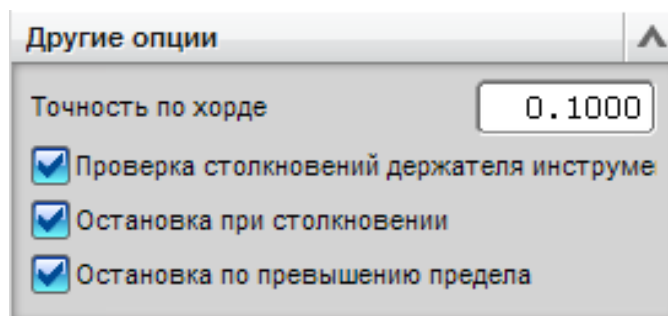

Рис. 2.72. Меню опций симуляции
- убедитесь, что включены все нужные опции симуляции в меню *Параметры*  (см. рис. 2.72) (или *Опции симуляции*);